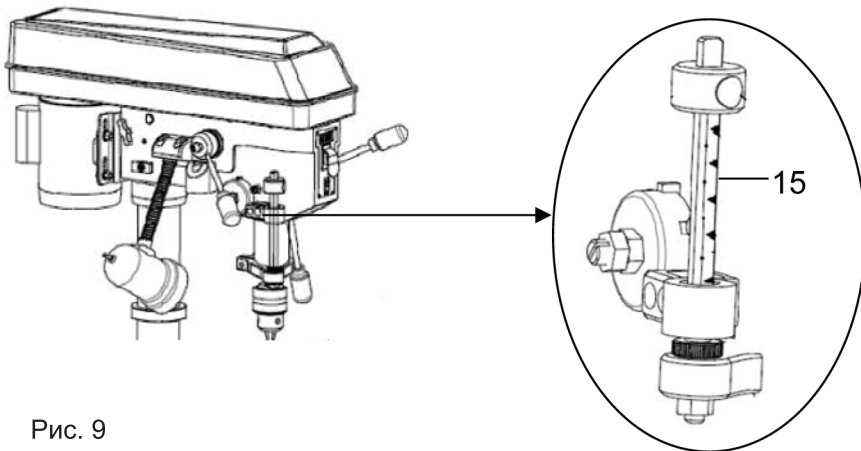

Рис. 9
- Контроль и регулировка глубины сверления «глухих» отверстий производится по шкале 15 (Рис. 9).